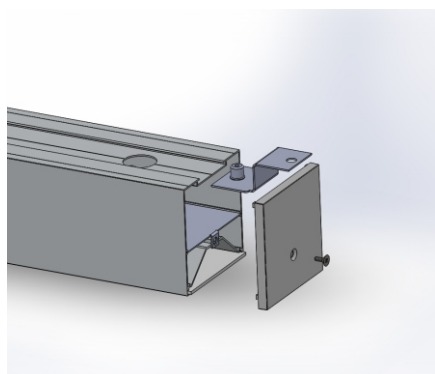

Рис.1
1. С помощью отвертки с крестообразным шлицом открутить винт, удерживающий торцевую, пластиковую заглушку со стороны кабельного ввода и извлечь из корпуса светильника крепежные элементы и кабельный ввод; (Рис.1)